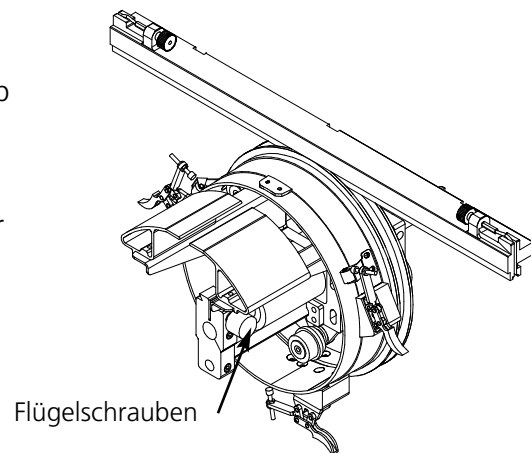

Abbildung 3-14
6. Die Flügelschraube an der männlichen Schwalbenschwanzschelle am Kappenrahmenantrieb lösen (Abb. 3-14).